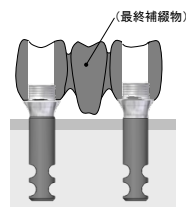

図 6-1
(1) 3.1)テンポラリーアバットメント(1)、(2)に同じ。
(2) 模型上で対合関係、補綴物のデザインを考慮し、必要に応じてスリーブ部分を削合・調整する。
(3) キャストオンアバットメント上にワックスアップを行い、鑄接作業にて最終補綴物を作製する(図 6-1)。